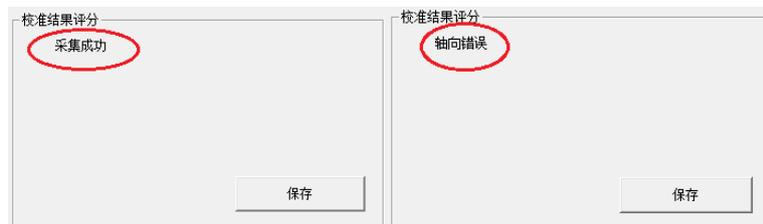

图 6-2-4
(4) 按照下表 6-2-1 的姿态描述，将倾角仪摆放在对齐位置 1，保持姿态静止，点击“记录非水平平面数据”栏里的“对齐位置 1”按钮。按照此方法记录剩余的采样位置数据。记录成功与失败都有对应的提示，见图 6-2-4。